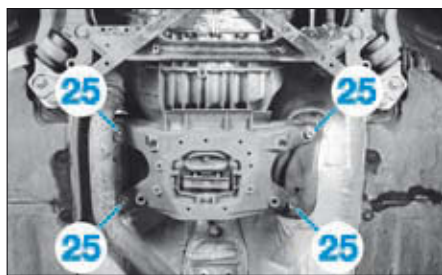

FIG. 23
- Déposer les vis (25) de la traverse de tunnel (Fig.23).